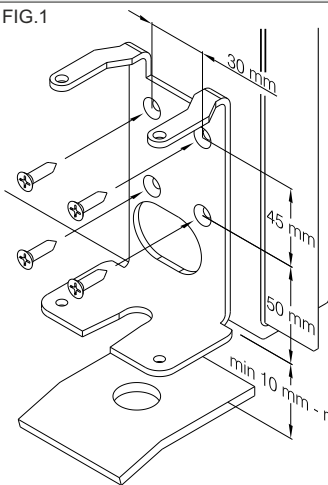

FIG.1
- f.1.1 (ES) Fijar el soporte a la hoja de la cancela soldandola o utilizando los tornillos correspondientes en los agujeros predispuestos. (*)
- (GB) Fix the bracket at the gate by welding or using suitable screws. (*)
- (FR) Fixez le support au portail en le soudant ou en utilisant les vis. (*)
- f.1.2 (ES) Respetar las cotas indicadas en el FIG.1 asegurandose que el soporte se coloque verticalmente.
- (GB) Respect the values as shown in FIG.1 making sure the bracket is placed vertically
- (FR) Se conformer aux dimensions indiquées à la FIG.1 en s'assurant que le support soit placé verticalement
- (*) (ES) En el caso de que se utilice el desbloqueo externo (modelos LBE), realizar el agujero antes de fijar el soporte.
- (GB) If the accessory external unlocking (model LBE) is used pierce the gate before setting the bracket.
- (FR) Si on utilise l'accessoire le deblocage exterior (model LBE), percer le portail avant de fixer le support.